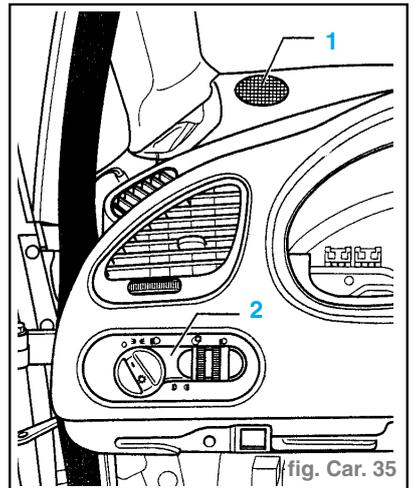

fig. Car. 35
- Débrancher les connecteurs des hauts-parleurs (1) (du côté gauche et du côté droit). (fig. Car. 35)